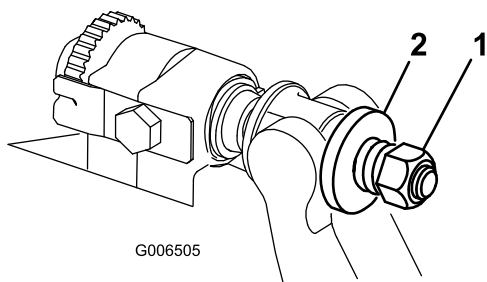

Figura 40
4. Apriete la tuerca de tensado del muelle hasta que el muelle esté comprimido del todo, luego aflójela ½ vuelta (Figura 40).